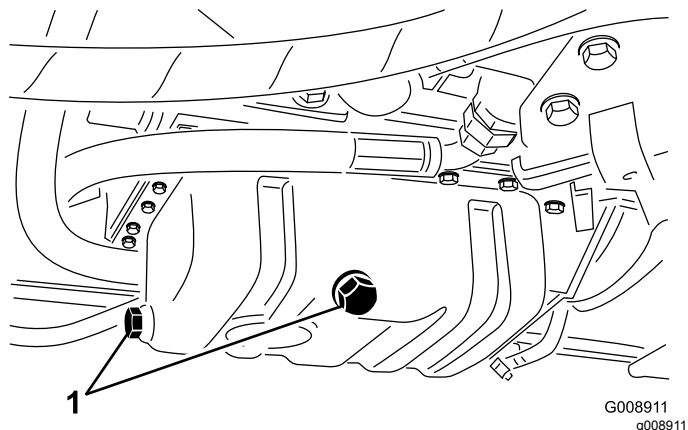

Figure 63
1. Enlevez un bouchon de vidange (Figure 63) et laissez couler l'huile dans un bac de vidange. Remettez le bouchon en place lorsque la vidange est terminée.